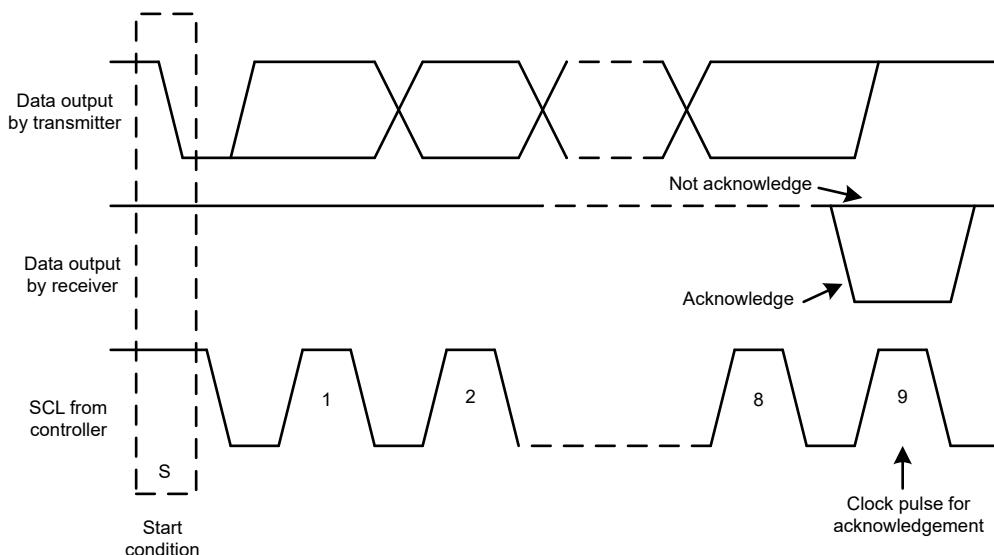
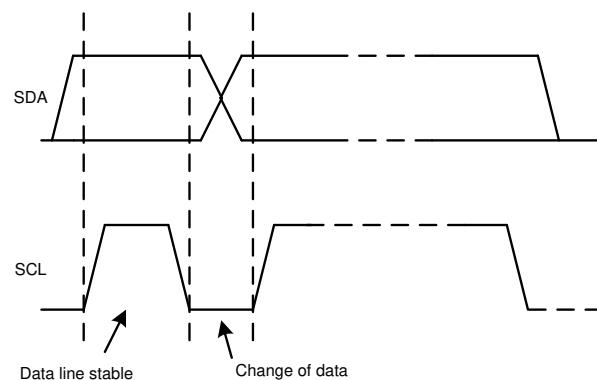

图 7-9. I2C 总线上的确认和非确认
图 7-11. 在 I2C 总线上的位传输
除了特定的时序信号外 , I2C 接口还使用串行字节。在每个字节结束时 , 第九个时钟周期产生并检测确认信号。确认是指 SDA 线在第九个时钟周期的高电平期间被拉低。非确认是指 SDA 线在第九个时钟周期的高电平期间保持高电平 , 如图 7-9 所示。
2. 控制器随后产生 SCL 脉冲，并在 SDA 线上发送 7 位地址和读取/写入方向位 ( $R/W$ )。在所有传输期间，控制器确保数据有效。有效数据条件要求 SDA 线在时钟脉冲的整个高电平期间保持稳定，如图 7-11 所示。所有器件都识别控制器发送的地址，并将其与相应内部固定地址进行比较。只有具有匹配地址的目标器件才会通过在第 9 个 SCL 周期的整个高电平期间拉低 SDA 线来生成确认，如图 7-9 所示。当控制器检测到此确认时，则表示与目标的通信链路已建立。